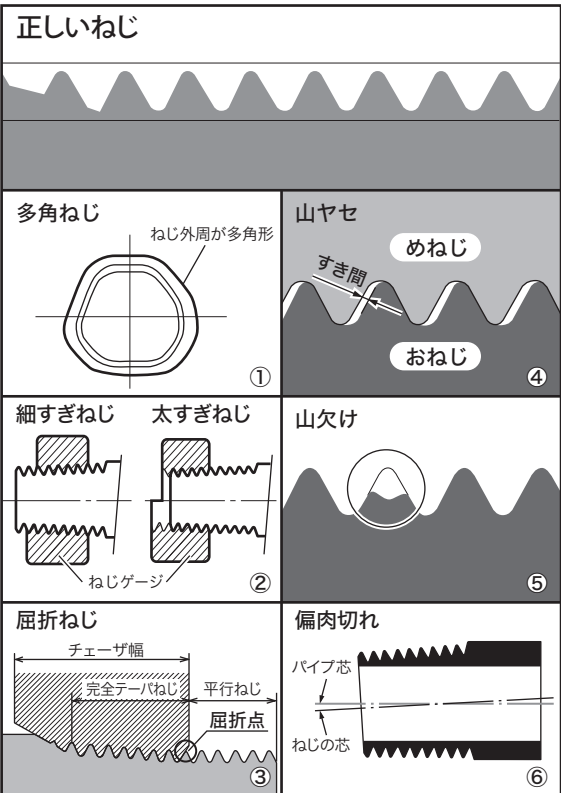

図 45
■悪いねじについて (図 45)
①多角ねじ (図 45-①)
②ねじ径の細すぎ、太すぎ (図 45-②)
③屈折ねじ (手動切上ダイヘッドの場合) (図 45-③)
④切られたねじの山ヤセ (図 45-④)
⑤切られたねじの山欠け (図 45-⑤)
⑥パイプに対してのねじの偏肉切れ (図 45-⑥)